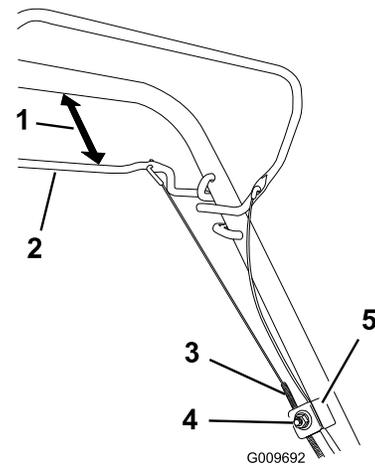

Figura 25
1. Afloje la tuerca del soporte del cable (Figura 25).
2. Sujete la barra de la transmisión autopropulsada a una distancia de 25 a 38 mm del manillar (Figura 25).
3. Tire hacia abajo de la cubierta del cable (hacia el cortacésped) hasta eliminar la holgura en el cable (Figura 25).